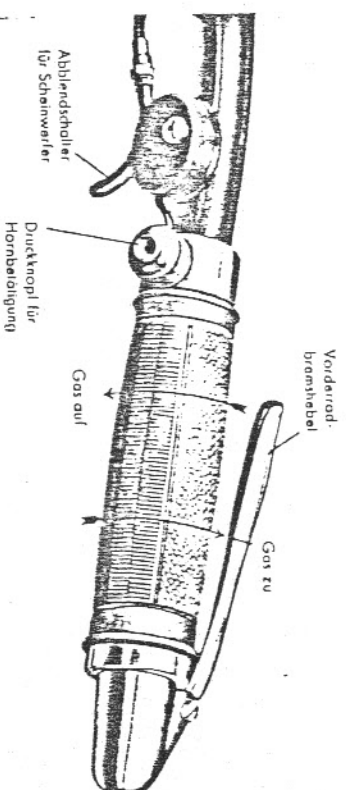

Abb. 35. Gasdrehgriff der Tourenmaschine
a) **Gasdrehgriff:** Der Drehgriff, der durch Bowdenkabel den bzw. die Gaschieber der beiden Vergaser betätigt, öffnet durch Linksdrehung, also nach rückwärts und schließt durch Rechtsdrehung nach vorwärts (Abb. 35 und 36). Zum Antreten des kalten Motors ist der Gasdrehgriff etwas zu öffnen, wobei bei der R-11-Einvergaser-Maschine die Anlaufvorrichtung am Vergaser durch Herausziehen und Rechtsdrehen des Anlaufkolbens zu bedienen ist, bei den Zweivergaser-Maschinen hingegen die beiden Vergaser getupft werden sollen. Erst nach dem Warmlaufen des Motors ist langsam mehr Gas zu geben. Bei der R-11-Einvergaser ist unbedingt darauf zu achten, daß der Anlaufkolben durch Weiterdrehen desselben nach dem Warmlaufen des Motors geschlossen wird, da sonst zu hoher Kraftstoffverbrauch und Ver- rufen der Zündkerzen auftritt. Beim Antreten des warmen Motors dagegen ist der Gasdrehgriff geschlossen zu halten und auch von einer Betätigung der Anlaufvorrichtung bzw. von einem Tupfen der Vergaser Abstand zu nehmen, da sonst durch das Zuführen von zu viel Kraftstoff das Anlassen eher erschwert als erleichtert wird.